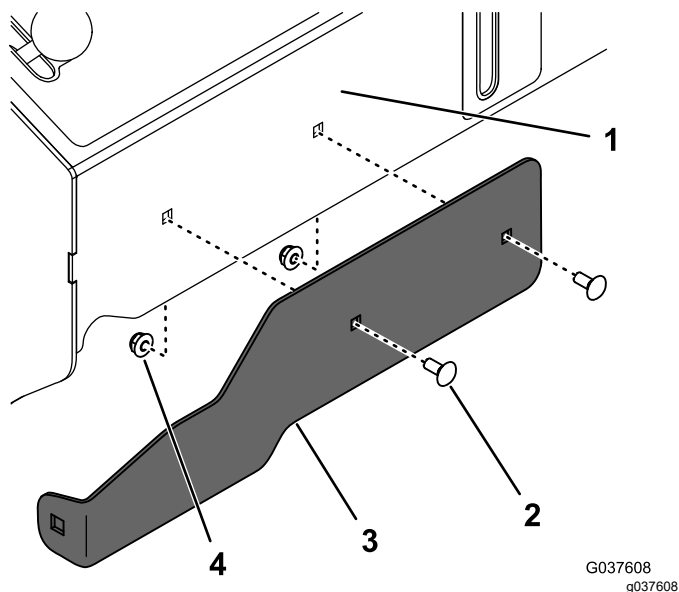

Figura 12
11. Instale, sem apertar, o suporte de montagem dianteiro na parte da frente da torre de controle utilizando os dois parafusos de carroçaria ($\frac{1}{4}$ pol. x $\frac{5}{8}$ pol.) e as duas porcas ($\frac{1}{4}$ pol.), como se mostra na Figura 12.